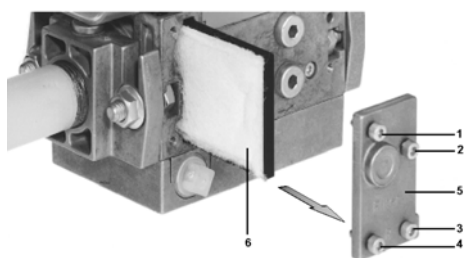

Fig. 37
- 2 Îndepărtați șuruburile 1 ÷ 4 utilizând o cheie Allen n. 3 (imbus) și îndepărtați capacul filtrului 5 ca în Fig. 37.